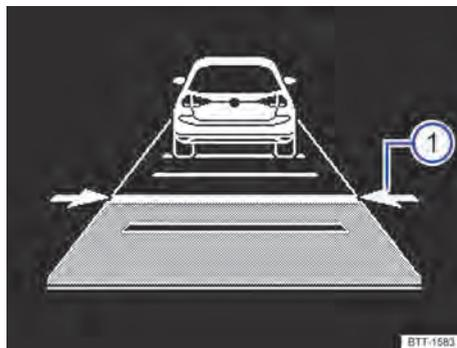

Fig. 100 No display do instrumento combinado: ajustar a distância (representação esquemática, o ACC regula).
O display do instrumento combinado exibe o nível ajustado → Fig. 100 ①. Observar os requisitos para a distância mínima específicos.